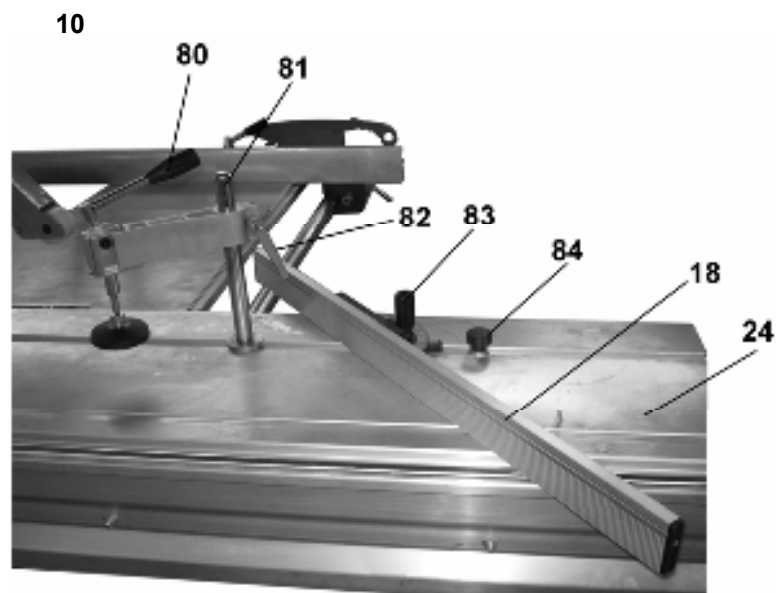

Рис. 21
## 8.8. Установка углового упора и струбцины, Рис. 21
8.8.1. Как показано на Рис.21, в паз стола каретки (24) установите и закрепите стойку струбцины (81). Для регулировки по высоте ослабьте ручку фиксации (82). Фиксация заготовки производится ручкой эксцентрика (80). Для получения стабильных результатов необходимо надёжно закреплять заготовку на столе каретки (24).